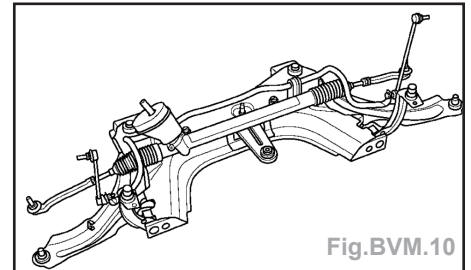

Fig.BVM.10
- Déposer le berceau (Fig.BVM.10).